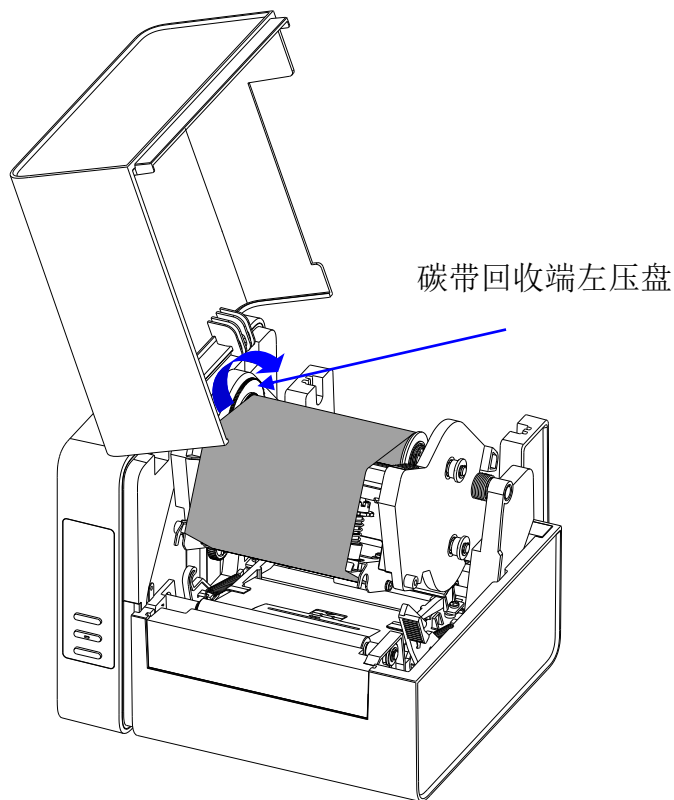

图 2-12 绷紧碳带
7. 沿顺时针方向转动碳带回收端左压盘，直至碳带绷紧，如图 2-12 所示。碳带安装完成。